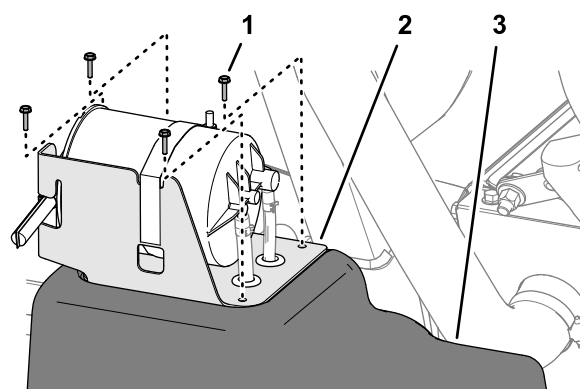

Figure 80
5. Alignez les trous dans le support du filtre à charbon actif et les trous dans le réservoir de carburant (Figure 80).
6. Fixez le support sur le réservoir (Figure 80) à l'aide des 4 vis (n° 10 x ¾").